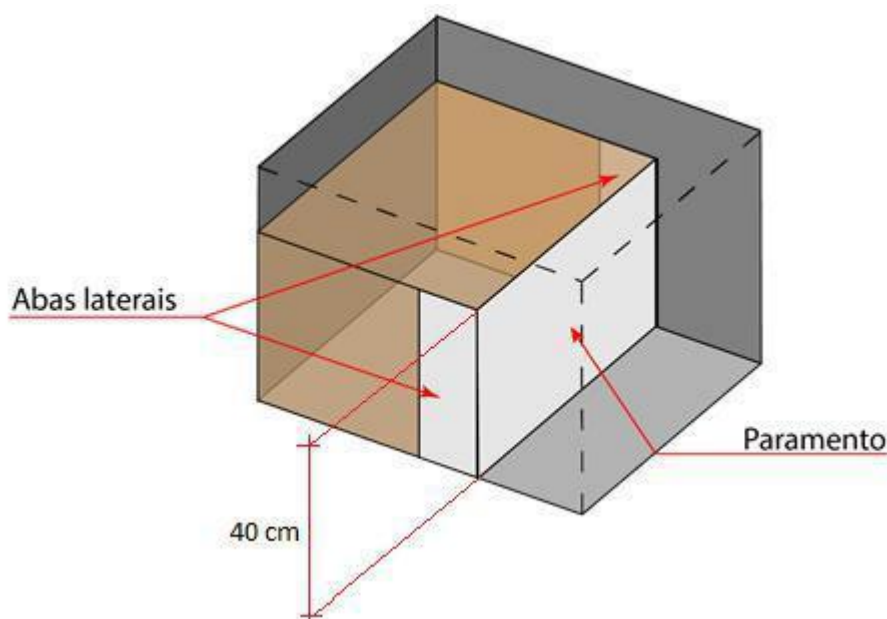

Figura 2 - Desenho esquemático representando a altura do paramento. Tiras e faces das caixas não representadas.
- A **estrutura deverá possuir altura de 40 cm**, sendo passível de penalidades em caso de não cumprimento desta especificação (vide Figura 2);